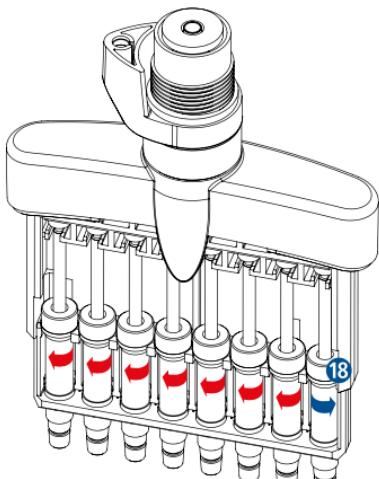

Fig.11
- Il gruppo pistone **18** viene sbloccato dal dispositivo di fissaggio con l'aiuto di una chiave a brugola (Fig. 11).